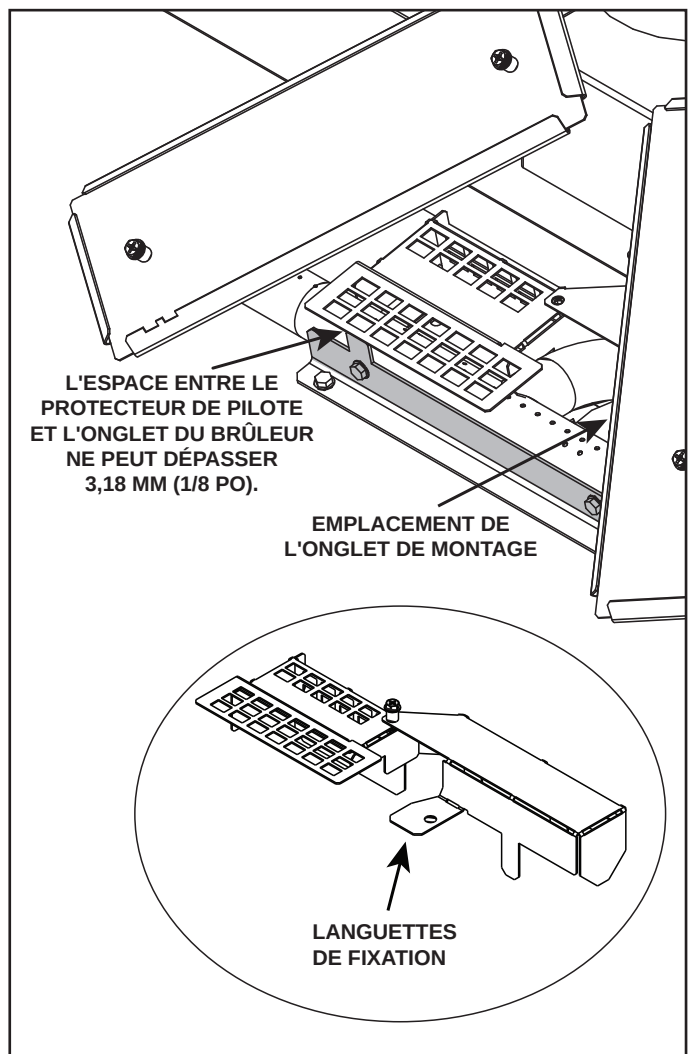

Figure 21 Écart entre la protection de la veilleuse et l'onglet de la jambe du brûleur
- L'écart entre la protection de la veilleuse et l'onglet de la jambe du brûleur doit être de 1/8 pouce ou moins. Pliez l'onglet de montage pour ajuster l'écart. Voir la figure 21.